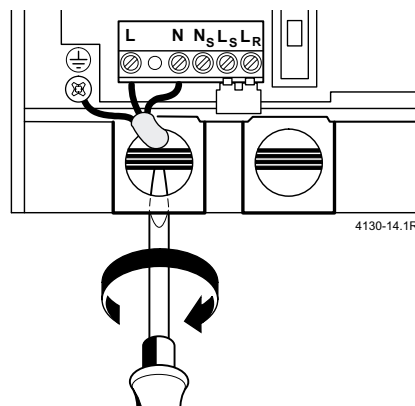

Bild 18
- ▶ Kabel durch Zugentlastung führen und anschließen, Bild 18.